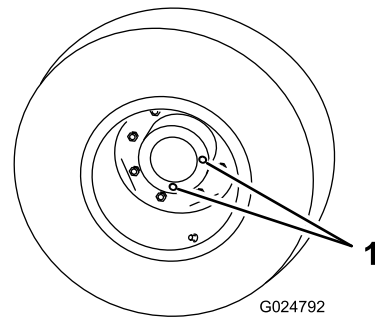

图 66
1. 将机器放在水平地面上将车轮放置为 1 个检查塞在最低 6 点钟位置 (图 66)。